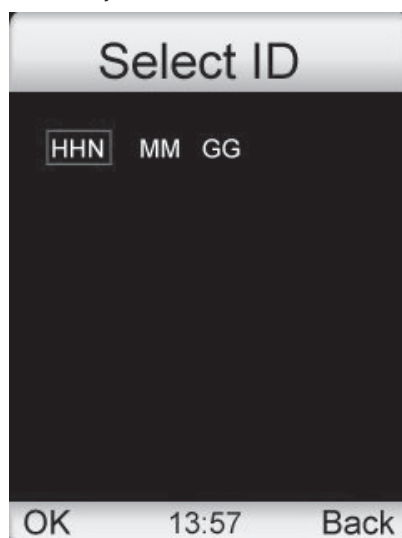

Figura 10. Seleccione la interfaz de identificación
- Mueva la barra de selección a la opción "Memory Manager", luego presione el "botón derecho" para entrar en la interfaz "Select ID" como se muestra en la Figura 10. Seleccione el ID del paciente que desea eliminar, luego presione el botón de menú para eliminar el ID del paciente y los datos de almacenamiento.